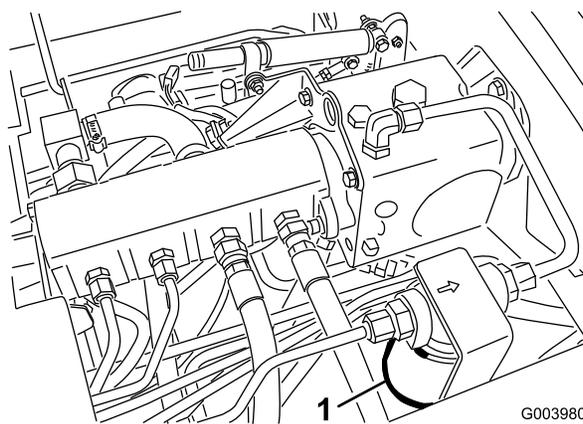
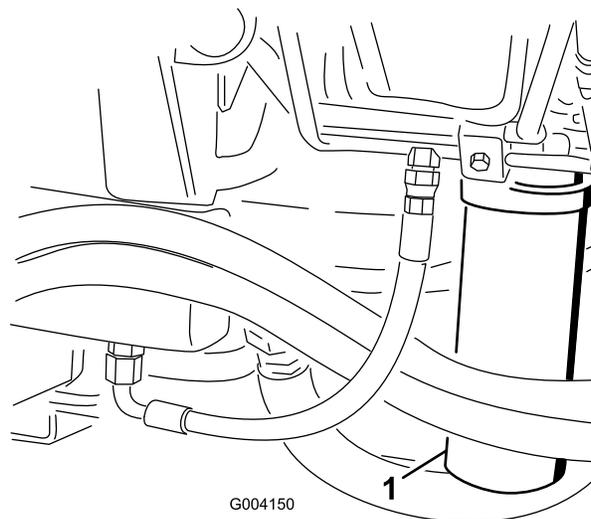

Figura 79
Figura 80
2. Lime a área à volta da área de montagem do filtro e coloque um recipiente de drenagem por baixo do filtro (Figura 79) e (Figura 80).